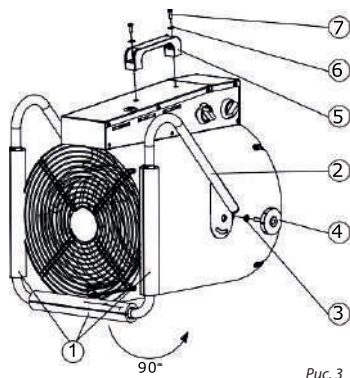

Рис. 3
Для приведение в рабочее положение прибора необходимо снять с опоры изоляционный упаковочный материал (1), повернуть опору на 90°, как указано на (рис. 3). На барашковый винт (4) надеть шайбу М6 (3) и закрутить через отверстие опоры в корпус. Прикрепить ручку для переноса (5) к блоку управления при помощи винта М4х14 (7) через шайбу М4 (6).